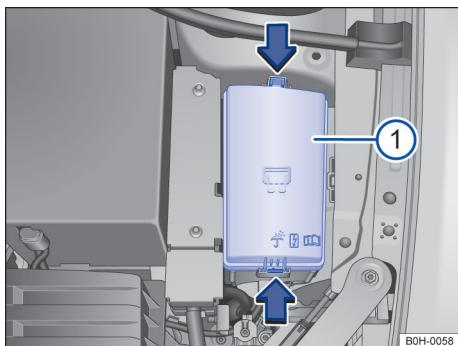

图 117 发动机舱内：保险丝盒的盖板 ①
- 沿箭头方向按压解锁按钮，可松开保险丝盒的盖板 → 图 117 ①。